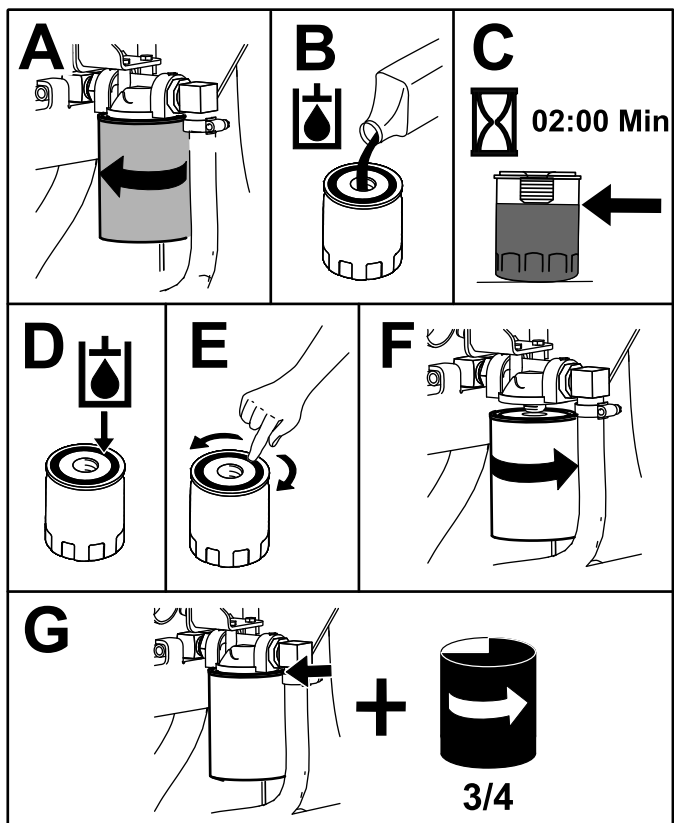

Figura 71
4. Collocate una bacinella di spurgo sotto il filtro e sostituite il filtro (Figura 71).